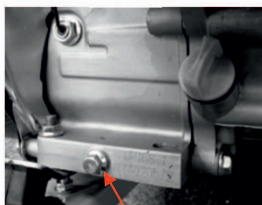

Рис. 19
3. Выкрутите сливной болт (рис. 19, 20)
5. Закрутите на место сливной болт с прокладкой (рис. 19)